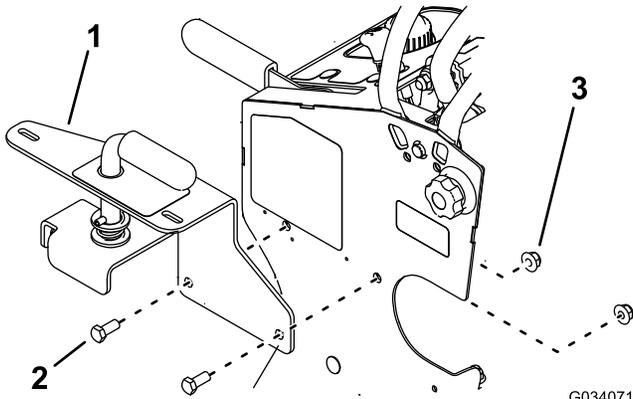

Figura 4
3. Instale el conjunto de la palanca en la máquina con 2 pernos y 2 tuercas, como se muestra en Figura 4.